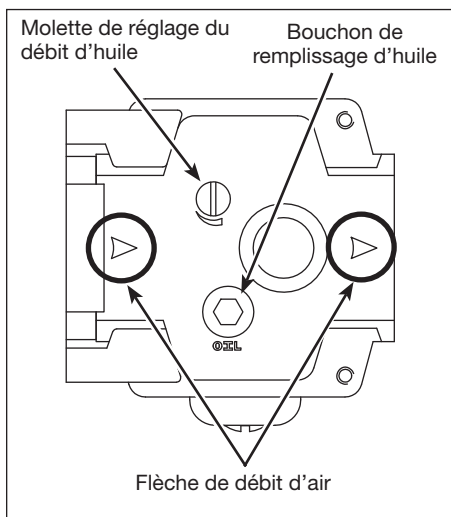

Figure 2 - Détail indiquant l'emplacement de la flèche de direction du débit et du bouchon de remplissage d'huile
1. Repérez la flèche de direction du débit d'air (voir les détails de la Figure 2). Cette flèche montre la direction du débit d'air.
3. Vérifiez les points de la flèche dans la direction du débit d'air (voir la Figure 2)
3. Le débit d'huile est contrôlé par la vis étroite de réglage cylindrique (voir la Figure 2). Tourner dans le sens
4. Le graisseur peut être rempli pendant que le système soit pressurisé. Enlever le bouchon de soulagement lentement afin de soulager la pression d'air. (Voir la figure 2.) Une fois le bouchon de remplissage d'huile retiré, verser de l'huile dans le lubrificateur puis remettre le bouchon en place. Remettre le bouchon de remplissage d'huile en place avant de faire fonctionner à nouveau l'appareil. Il est également possible de retirer le récipient après avoir enlevé le bouchon de remplissage d'huile. Si vous retirez le récipient pour remplacer l'huile, vous assurer de le remettre au même endroit et de serrer le joint du bol avant de remettre en place le bouchon de remplissage d'huile.